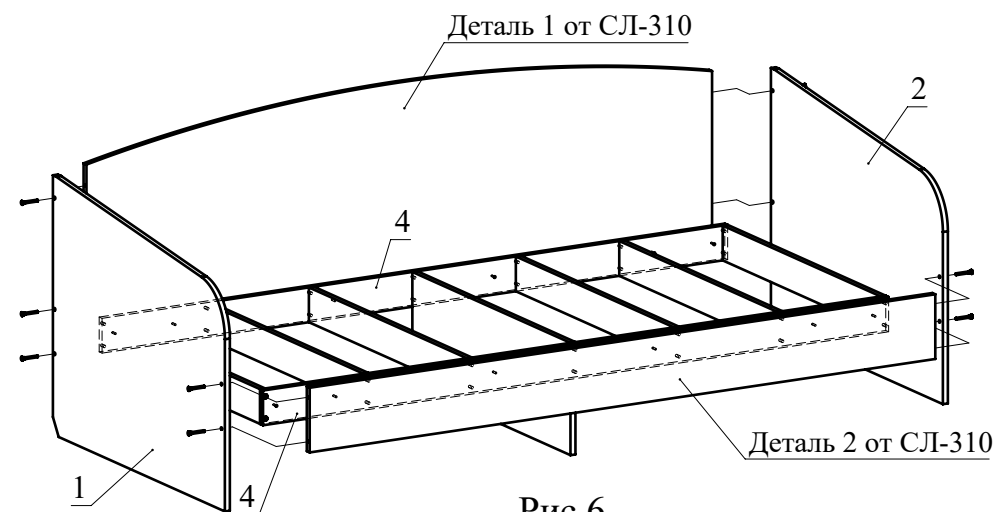

Рис.6
7. Соберите сборку согласно схеме (Рис. 6). Для стягивания деталей используйте конфирматы. Соедините детали 4 с деталями 1 и 2 от СЛ-310 при помощи шурупов 4x30 (Рис.6).